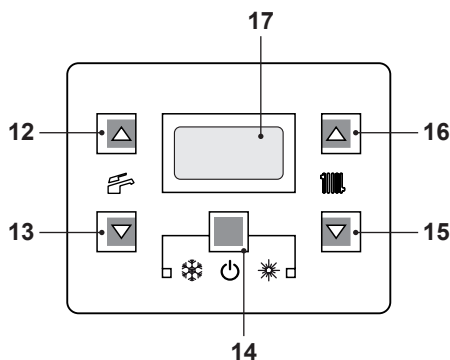
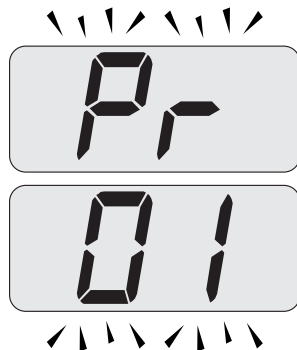
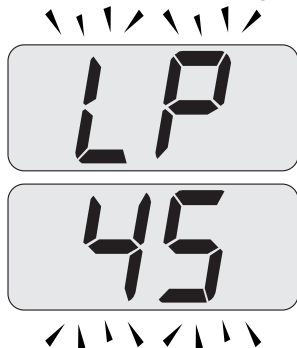

Figura 7.2
Figura 7.3
Figura 7.4
- Entrare in "modalità programmazione" premendo contemporaneamente per 10 secondi i tasti 14 - 15 - 16 (Figura 7.2) fino a far apparire sul display LCD le lettere **Pr** che si alternano con il codice **01**, indicanti l'entrata nel "parametro 01" (Figura 7.3).
e 16 (Figura 7.2) fino a far apparire sul display LCD le lettere **LP** che si alternano con il valore di temperatura dell'acqua di riscaldamento (es. **45**), indicanti l'entrata nell'attivazione della "funzione spazzacamino" alla potenza minima (Figura 7.4).
- Premere il tasto 15 (Figura 7.2) fino a far apparire sul display LCD le lettere **LP** che si alternano con il valore di temperatura dell'acqua di riscaldamento (es. **60**), indicanti l'entrata nell'attivazione della "funzione spazzacamino" alla potenza minima in sanitario (Figura 7.7).
2 secondi il tasto 14 (Figura 7.2) fino a far apparire sul display LCD il simbolo  (Figura 7.8).